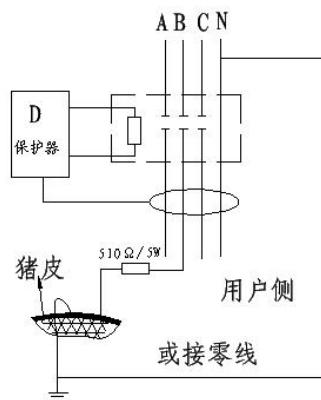

图 3 带皮的猪肉试验图
6. 2、如有必要也可用一新鲜带皮的猪肉来进行试验，如图 3 所示。试验时，将漏电断路器置于 500mA 或 800mA 动作电流档，分断时间置于 $<0.5\text{s}$ 、 $<0.3\text{s}$  或  $<0.2\text{s}$  档，并开启漏电断路器，将猪肉皮的一端用导线可靠接地，另外用试跳笔（或一个阻值为 510 欧姆功率大于 5 瓦的电阻），把试跳笔的线端夹子夹在漏电断路器的出线的相线上，把试跳笔的电流档加到 300mA，先将试跳笔对地，（接地必须良好）试跳笔上的指示灯亮，保护器不应动作；然后将试跳笔去触碰猪肉皮，漏电断路器应动作，“特波”指示灯闪亮。